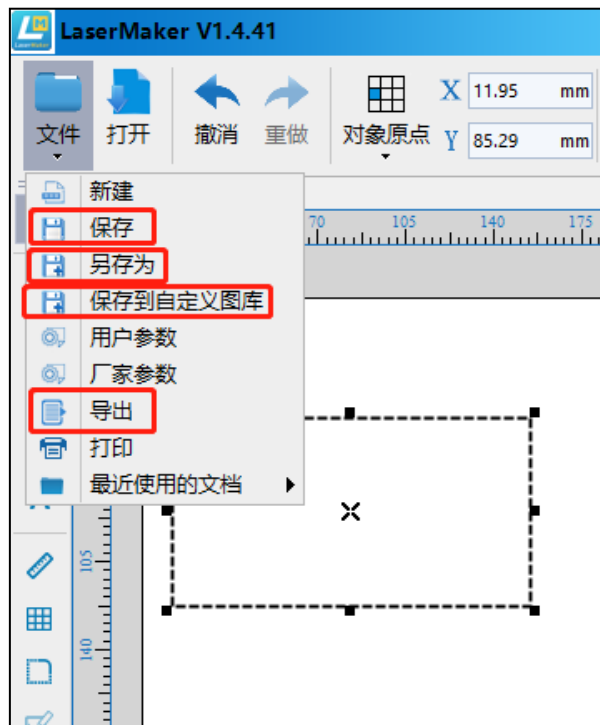

图 2-5
- 单击【文件】，在下拉菜单中选择【保存】或者【另存为】选项，如图 2-5